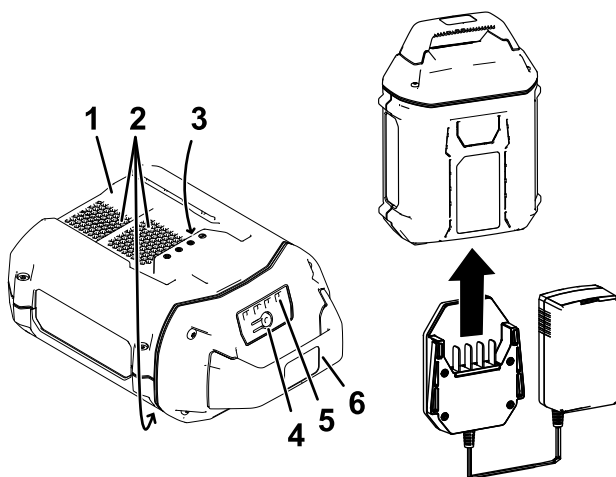

Figura 4
2. Alinhe a cavidade na bateria (Figura 4) com o ressalto no carregador.
3. Deslize o carregador para a bateria até que fique totalmente encaixado (Figura 4).